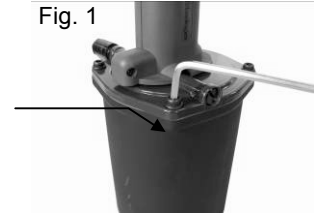
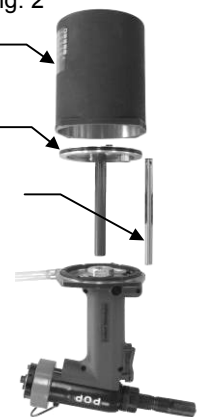

Fig. 2
Fig. 3
4. Colocar la herramienta invertida y retirar la cámara (110). Sacar el montaje del Pistón Neumático (66) y el montaje del tubo (78). (Fig. 2)
6. Limpiar la suciedad en el montaje del Pistón Neumático (66) y en la cámara interna (110) con un paño de limpieza. Aplicar una película fina de Lubricante de Sello en la cámara interna.
7. Aflojar la guía de la mordaza (3) aproximadamente 3 revoluciones completas o un huelgo de 0,12" (3mm) y aflojar el Tornillo de Relleno (53) aproximadamente 3 - 3½ revoluciones completas o un huelgo de 0,14"(3,6mm) (Fig. 3).